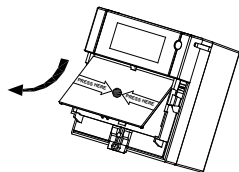

Fig. 4: Manöverelement
1. Ta bort manöverelementet (se Fig.4).